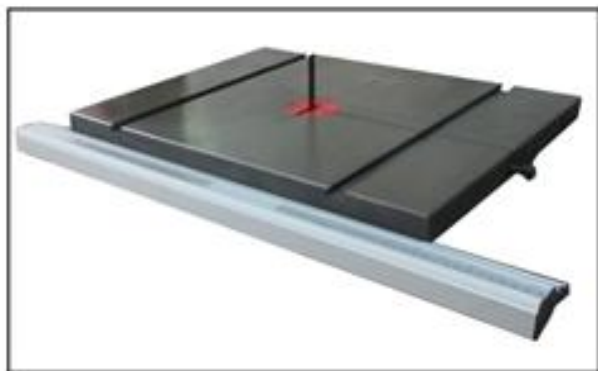

Рис. 16
1. Штанга упора предварительно установлена на стол заводом-изготовителем, как показано на рис. 16.